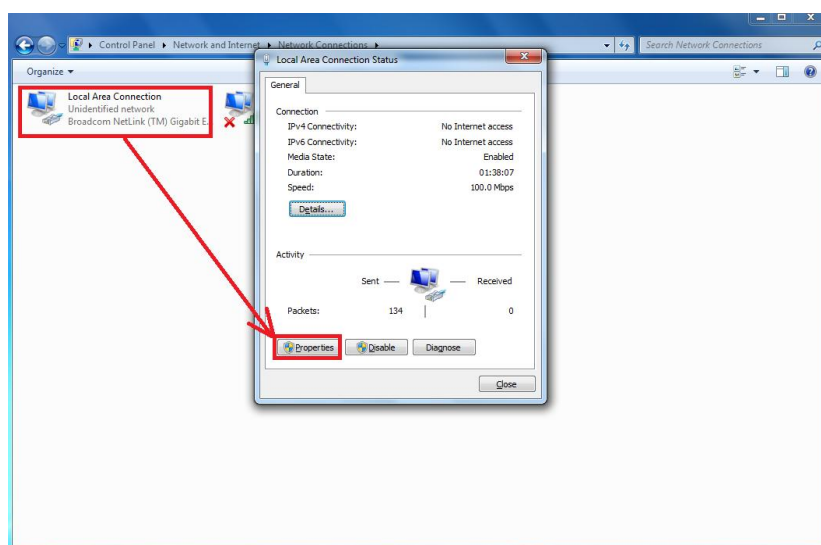

图 4-9
4. 在以太网卡列表，双击连接西门子面板的以太网卡图标。点击 Properties 按钮，系统弹出 Local Area Connection...的属性对话框，如图 4-9 所示。